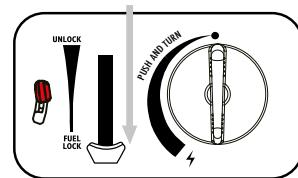
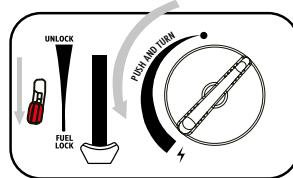

Abb.3
Abb.4
3. Drücken Sie den Patronenhebel (6) nach unten (Abb. 3) und schließen Sie den Patronendeckel.
4. Wenn Sie ein „Zischen“ hören, ist die Patrone nicht richtig eingesetzt. Versuchen Sie nicht, das Gerät zu zünden, sondern stellen Sie den Hebel (6) auf „UNLOCK“ und wiederholen Sie die Schritte 1 - 4.
5. Drücken Sie den Gasdurchlasshebel (11) nach unten und drehen Sie dann den Bedienungs-/Zündknopf (8) ganz in die Zündposition „⚡“, bis Sie ein Klickgeräusch hören (Abb. 4). Halten Sie den Entriegelungshebel für einige Sekunden in dieser Position, um das Flammenschutz-Thermoelement